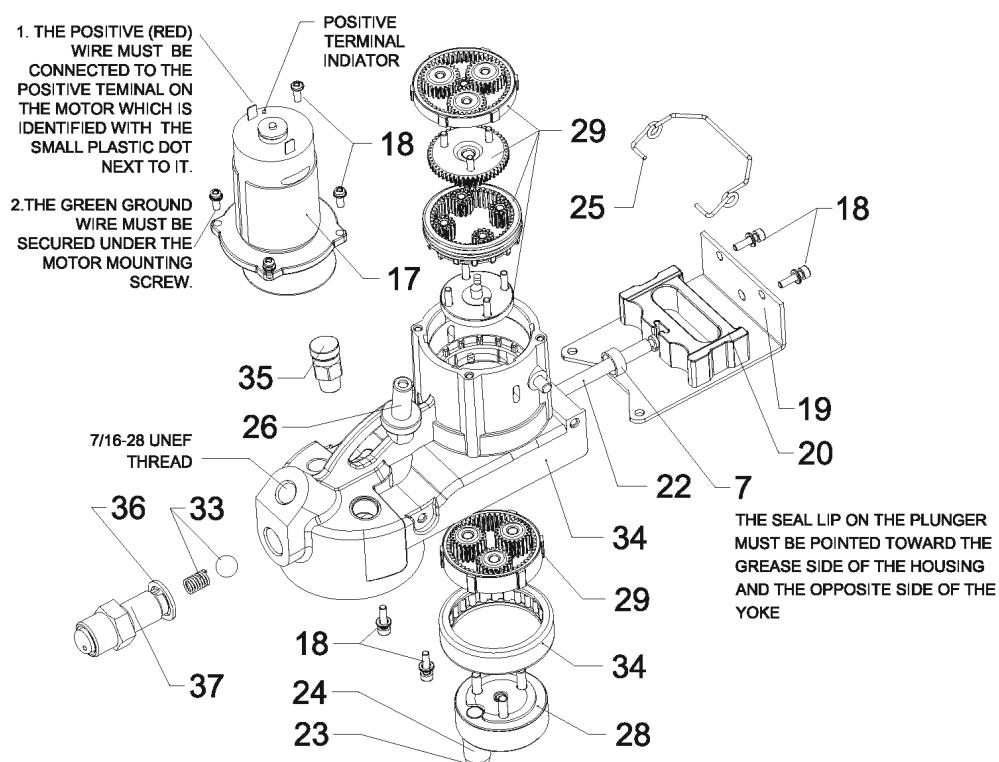

Figure 7
1. Retirer la tige du piston du capuchon du tube de graisse et tourner la poignée du piston pour engager la tige dans le piston. Exercer de la force sur la poignée du piston tout en maintenant le clapet d'évent 23 (figure 7).